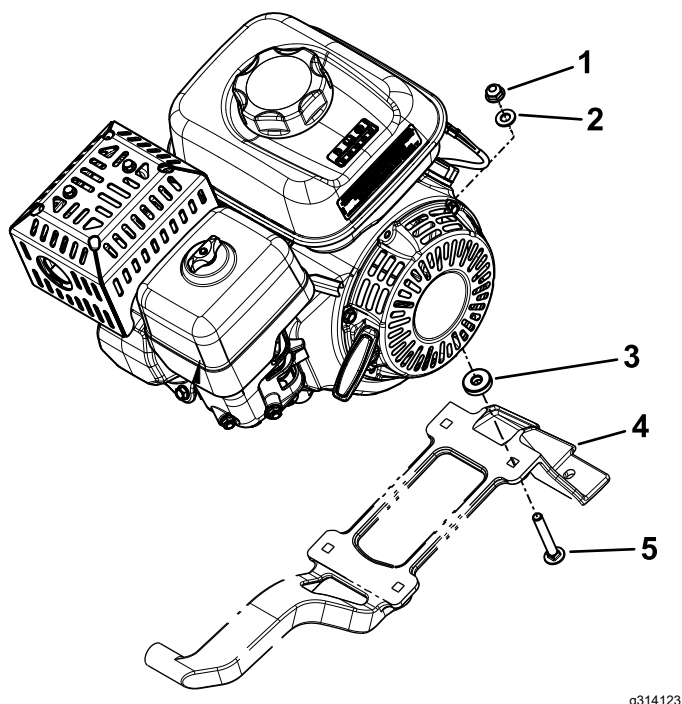

图 2
1. 用 4 颗螺栓、4 个垫圈、4 个隔片和 4 个螺母将发动机固定到发动机基座上 图 2。